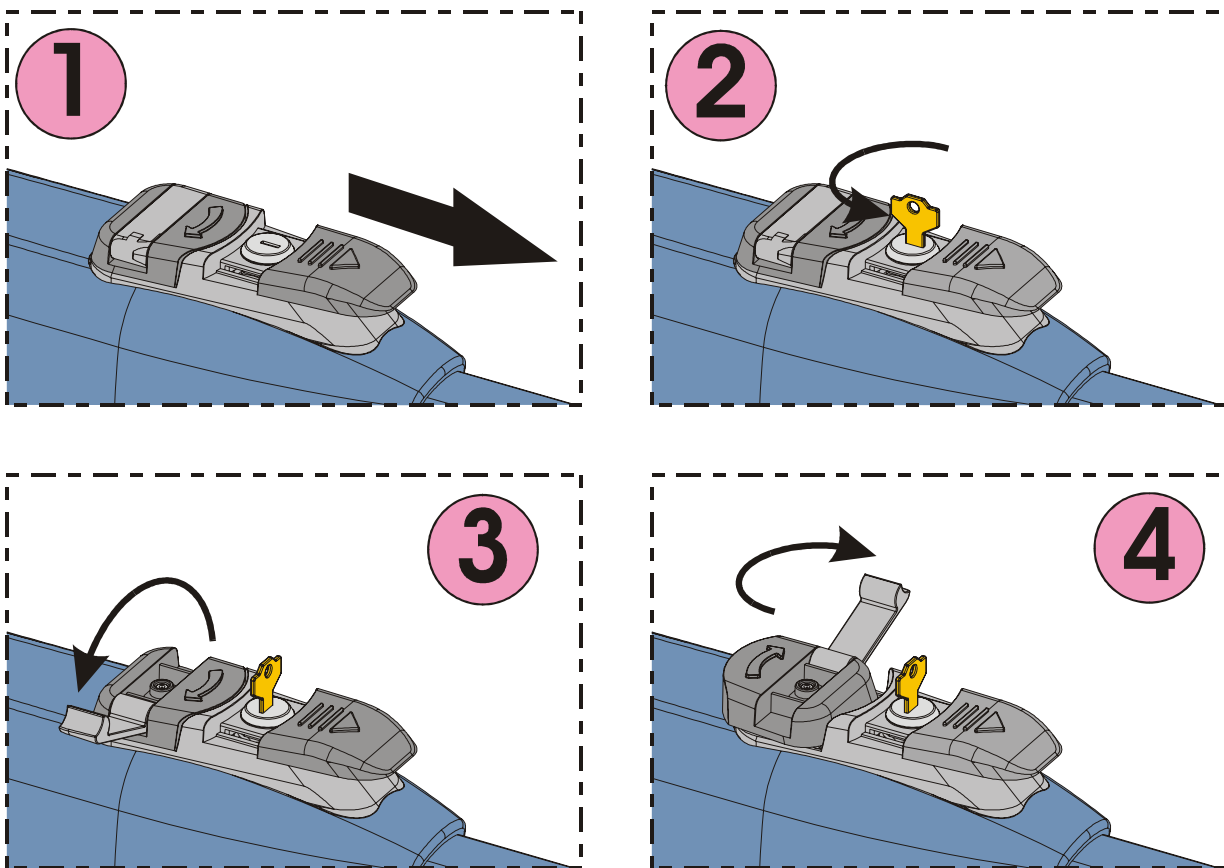

Abb. 22
- 2) Die Schutzhaube – Abb. 22/1 – gleiten lassen.
- 3) Den Schlüssel einstecken und um 90° drehen, Abb.22/2.
- 4) Den Bedienhebel heben, Abb. 22/3
- 5) Zur Freigabe des Antriebs den Bedienhebel um 180° in Richtung des auf dem Freigabesystem angegebenen Pfeils drehen, Abb. 22/4.